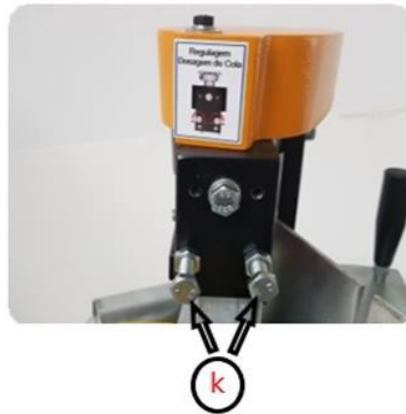

Figura 21 - Regulagem do dosador
- Caso necessite aumentar ou diminuir a quantidade de cola, regule os parafusos K, do dosador, conforme figura 21, utilizando uma chave fixa 13, seguindo os seguintes passos: